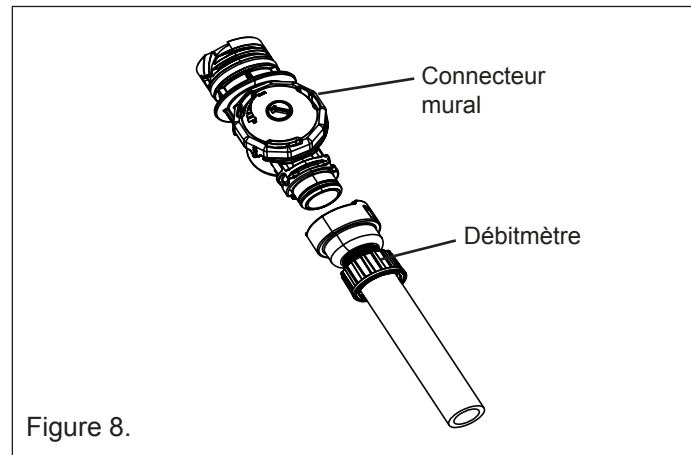

Figure 8.
1. Connectez l'assemblage des tuyaux au raccord mural. **Voir la Figure 8.** Puis connectez le raccord mural (avec le tuyau) à l'adaptateur mural. **Voir la Figure 8.** Prenez l'autre bout de l'assemblage des tuyaux et allez au point de la piscine le plus éloigné de l'adaptateur mural. **Pour éviter d'étirer le tuyau, laissez-le flotter sur l'eau de la piscine.** Mesurez l'excédent de longueur de tuyau (la portion de tuyau qui s'étend au-delà du bord de la piscine). Ceci détermine la longueur de tuyau à couper depuis les tuyaux d'alimentation semi-rigides (**sections 2 et 3**).